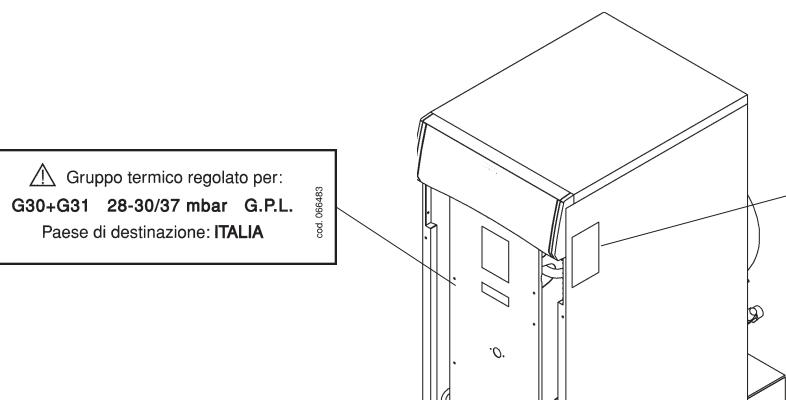

Fig. 3.10
- Togliere le targhette metano (G20) presenti all'esterno e all'interno della mantellatura (fig. 3.10)
- Applicare la targhetta (GPL), fornita a corredo della caldaia, nella parte interna della mantellatura (fig. 3.10)